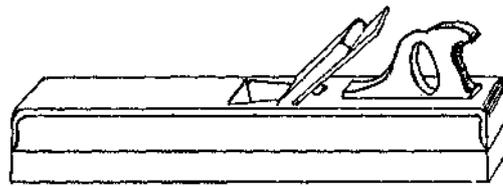

Fig. 5
*Garlopa* (Fig. 5). — É a plaina maior que serve para endireitar madeiras.